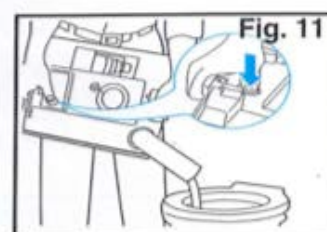

Fig. 11
5. Press air relief valve to prevent splashing (Fig. 11).
5. Oprima la válvula de descarga de aire para evitar las salpicaduras (Fig. 11).